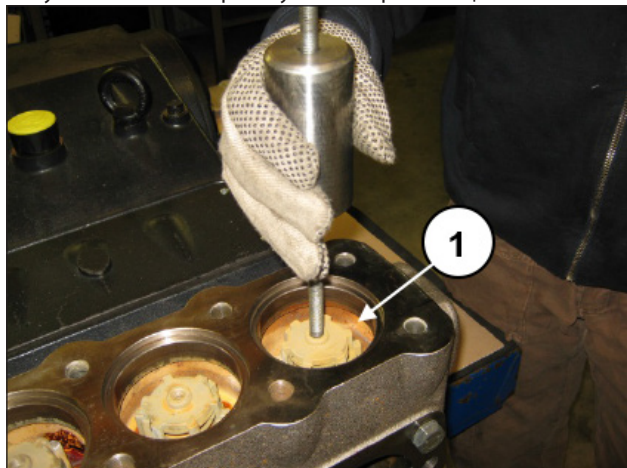

Рис. 95
- Д) Извлеките направляющую нагнетательного клапана, пружину и шаровой клапан с помощью съемника с ударной массой (арт. 27516400), вставив его в отверстие М10 направляющей клапана (поз. ①, Рис. 95), или, в дополнение, переходника М10-М16 (арт. 25089700), установив его на резьбу М16 направляющей клапана.